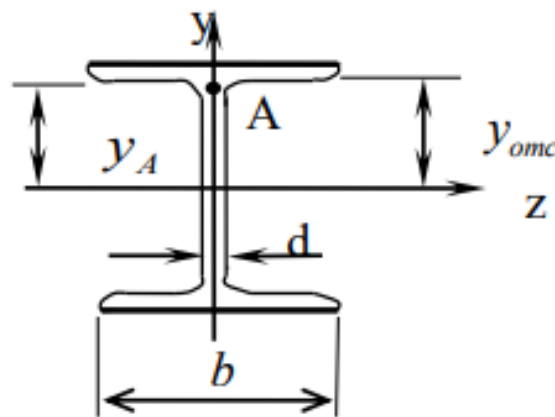

Рис. 5.3
5) Определим в опасном сечении балки напряжения в уровне примыкания полки и стенки (рис.5.3), и проверим прочность материала по энергетической теории прочности: Опасное сечение определяем по эпюрам М и Q, им является сечение I-I: